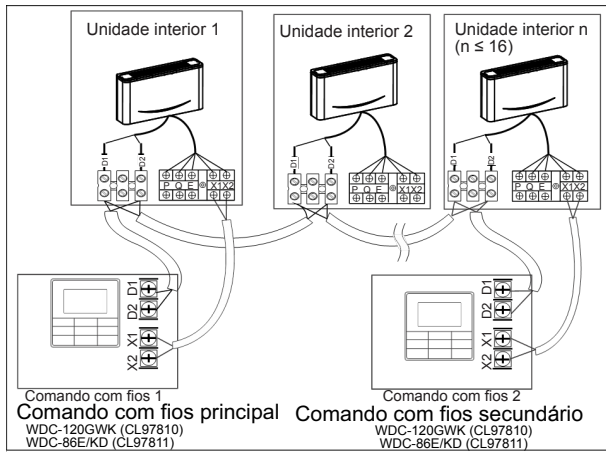

Figura 6.8
- ♦ Use 1 comando com fios para controlar várias unidades internas ou 2 comandos com fios (um controle mestre e um escravo) para controlar várias unidades internas (ver Figura 6.8).